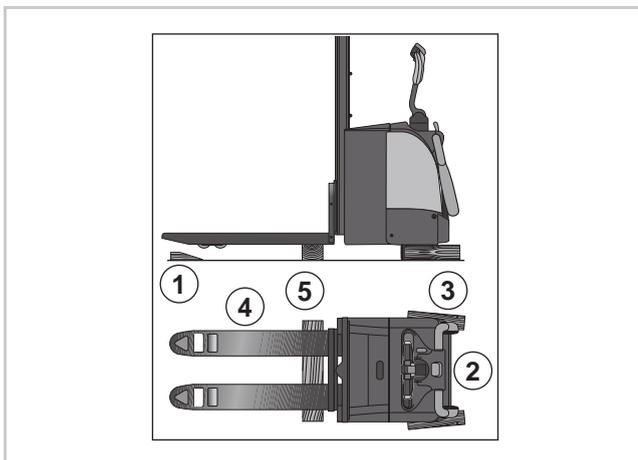

Abb. 6 Aufbockpunkte
4. Keile (1, Abb. 6) hinter beide Lasträder legen.
5. Wagenheber mittig unter dem Fahrzeugrahmen am Ansatzpunkt (2) ansetzen.
7. Hartholzklötze (3) am Fahrzeugrahmen unterlegen und Fahrzeug darauf absenken.
8. Wagenheber unter dem Radarm am Ansatzpunkt (4) ansetzen.
10. Hartholzklötz (5) unterlegen und Radarme darauf absenken.